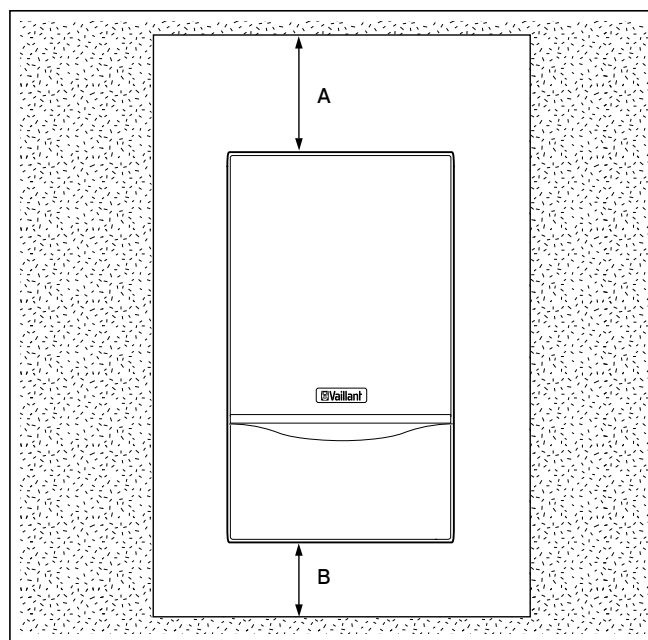

Fig. 4.2 Distances minimales requises/espaces libres pour le montage
- Si vous utilisez des accessoires, conformez-vous bien aux distances minimales et aux espaces libres pour le montage (→ **fig. 4.2**).
Si vous utilisez des accessoires, conformez-vous bien aux distances minimales/aux espaces libres pour le montage (→ **fig. 4.2**).